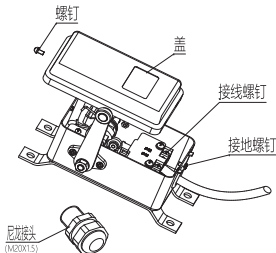
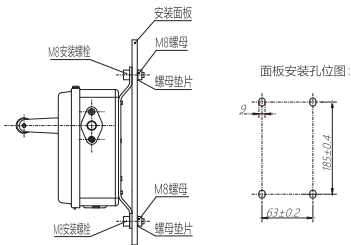

图3 布线示意图
图4 YBLX-22安装示意图
7.2.1 安装: 松开盖螺钉→按图3接线→拧紧盖螺钉→按图4安装。